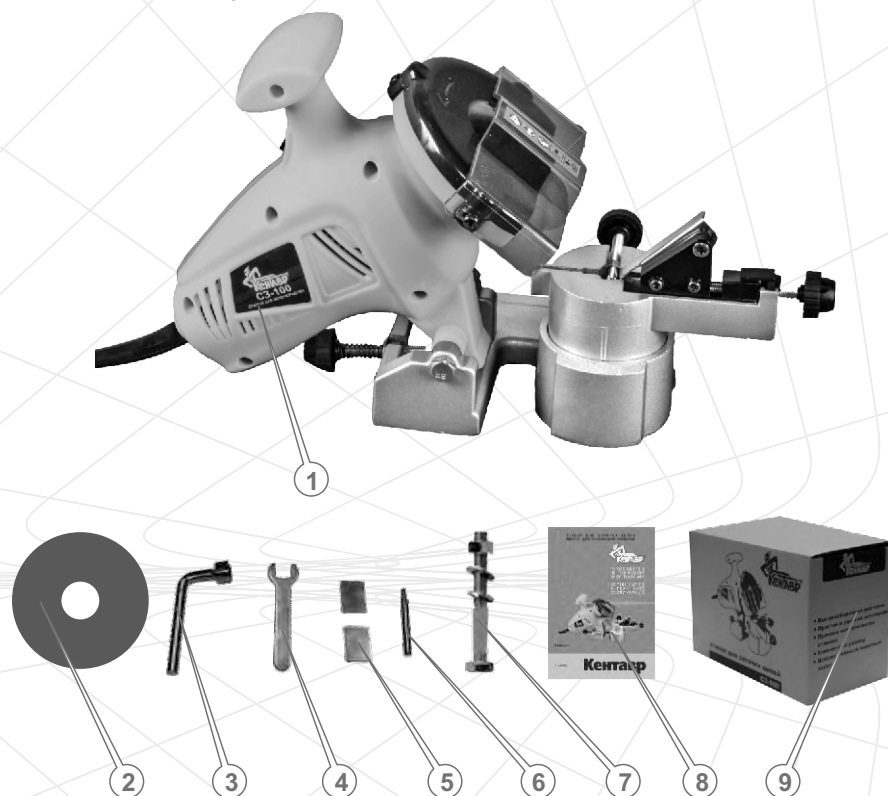

Рисунок 2
3. Соедините силовой агрегат с алюминиевой станиной используя ось (7) (см. рис. 2) и надежно затяните гайку.